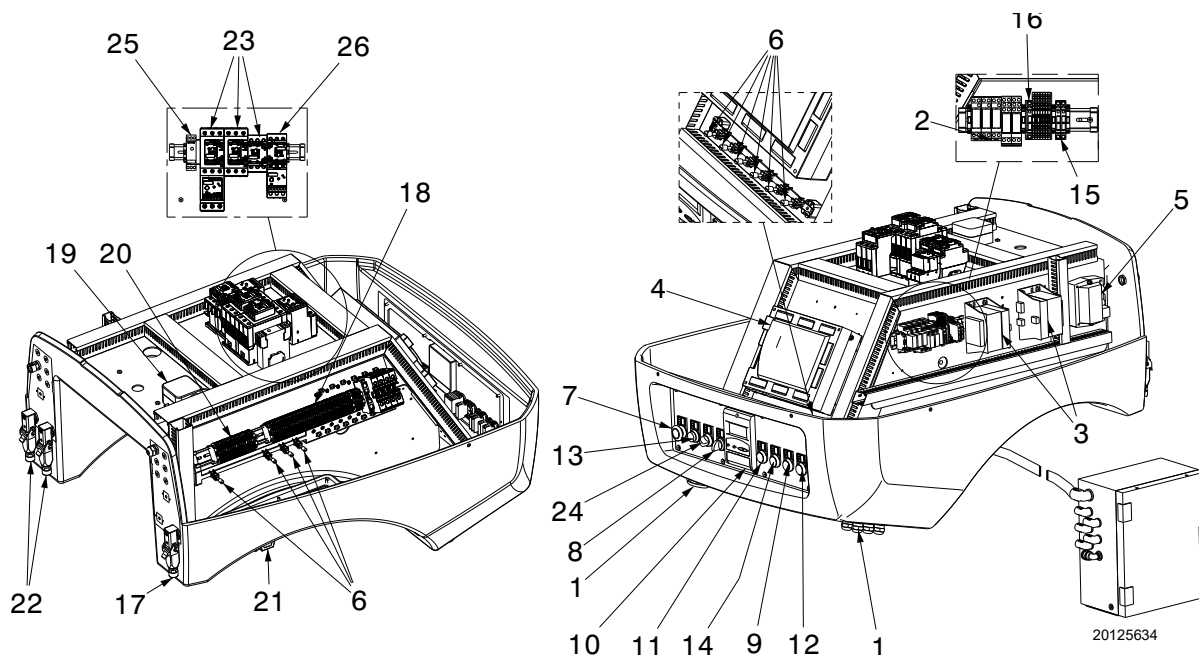

Abb. 5
- **Störabschaltung des Gerätes:** Das Aufleuchten der (**roten Led**) der Taste 13)(Abb. 5) weist auf eine Störabschaltung des Brenners hin. Zum Entsperren die Taste 13)(Abb. 5) drücken oder das Display verwenden.